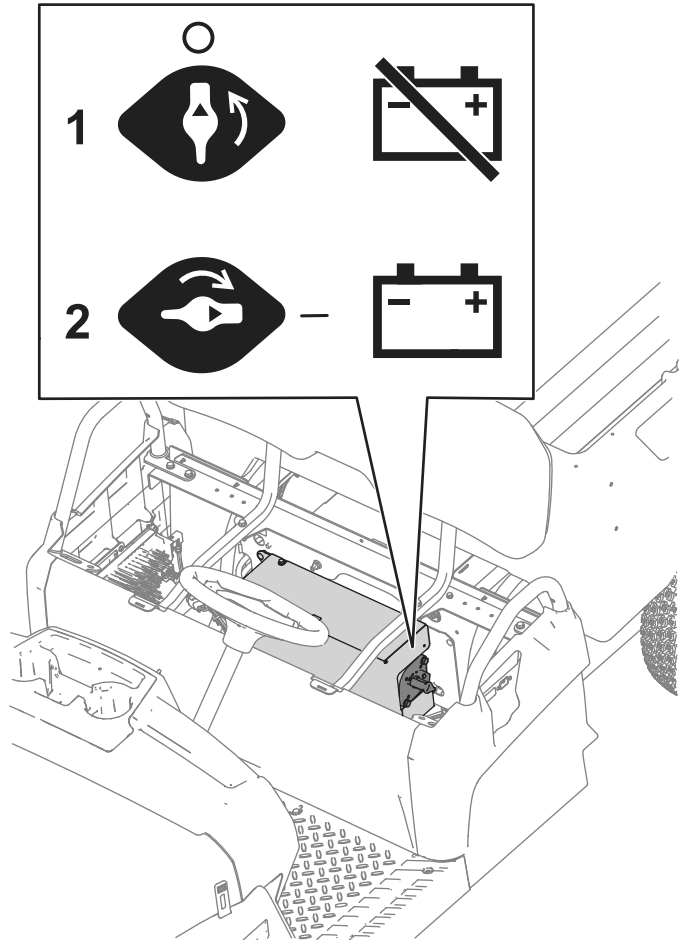

Bild 42
3. Bringen Sie den Akkutrennschalter in die gewünschte Position, wie in Bild 42 dargestellt.